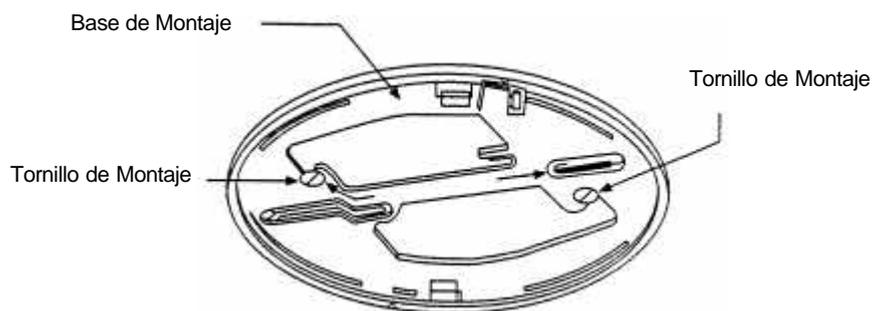

Figura 19
2. Fije la base de montaje (figura 19).